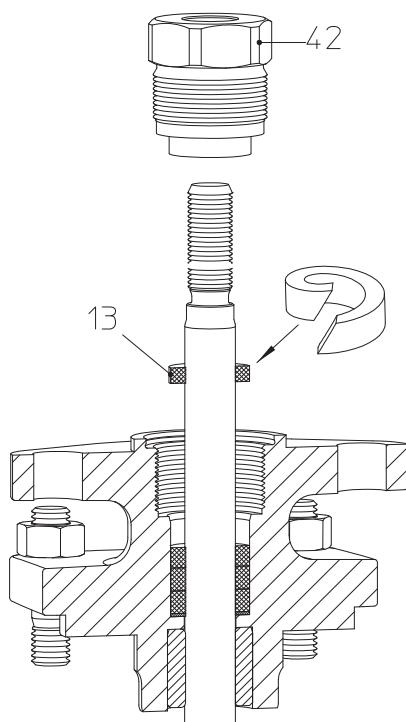
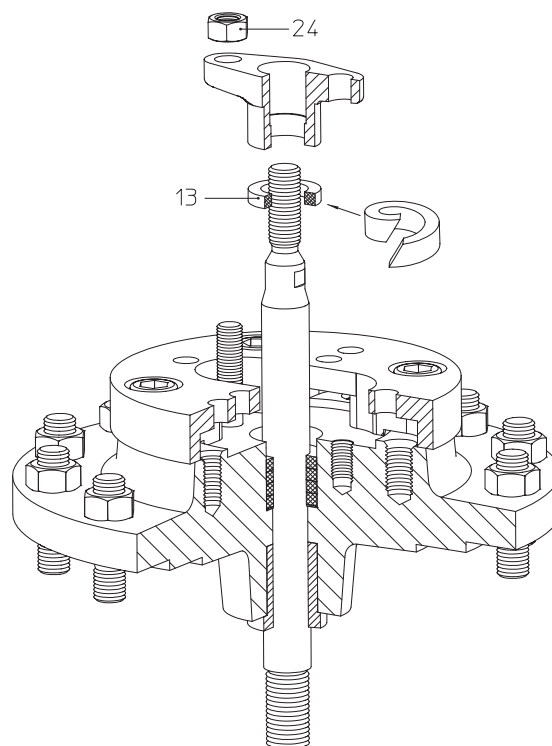

Bild 15: Stopfbuchspackung DN15-150
Bild 16: Stopfbuchspackung DN125v-150v
- Neuen Packungsring (Pos. 13) einlegen, Einbau gemäß Darstellung Bild 15 bzw. Bild 16.